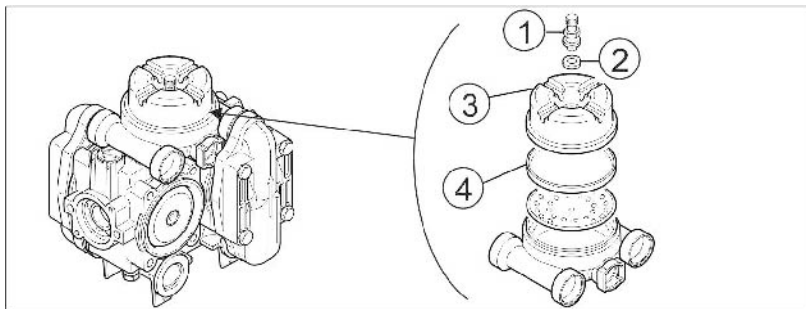

Fig. 203
Skoddets fastgørelse skal kontrolleres fra tid til anden (Fig. 203/7).
- Hertil skal skoddet trykkes så langt ind i dyseholderen (Fig. 203/2) som det er muligt, med et moderat tryk med tommelfingeren.
1. Monter dysefiltret (Fig. 203/1) i dyseholderen nedefra (Fig. 203/2).
2. Dysen (Fig. 203/3) sættes ind i bajonetmøtrikken (Fig. 203/4).
3. Montering af gummipakning (Fig. 203/5) over dysen.
Aflejringer i membransædet (Fig. 203/6) er årsagen, hvis dysen **ikke** drypper, efter at bommen er koblet fra. Membranerne skal så rengøres på følgende måde:
1. Skoddet (Fig. 203/7) trækkes ud af dyseholderen (Fig. 203/2) i retning mod bajonetmøtrikken.
2. Fjederelement (Fig. 203/8) og membran (Fig. 203/9) h tages ud.
3. Membransædet (Fig. 203/6) rengøres.
De skal være opmærksom på, at fjederelementer bliver monteret korrekt. Kanterne i højre og venstre side på huset til fjederelementet (Fig. 203/10) skal pege op mod bomprofilen når den monteres.